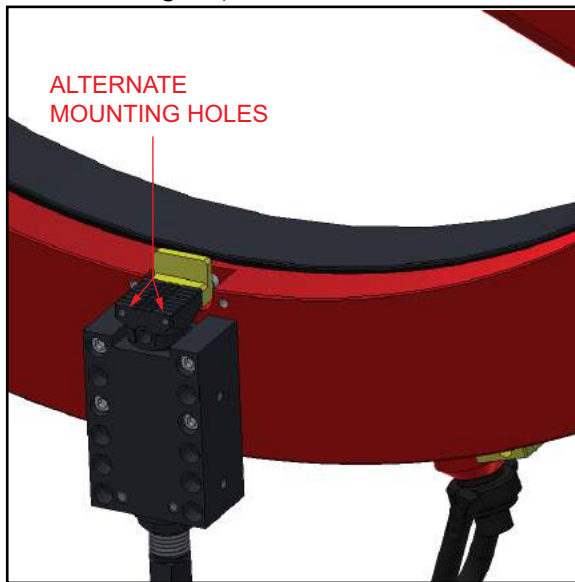

ABBILDUNG 3-4. ALTERNATIVE MONTAGE-BOHRUNG
„Unterseite“ der Justierfüße (siehe Abbildung 3-4).
- Installieren Sie die Montagefüße (oben) auf der Rückseite des Flansches, an der „Unterseite“ der Justierfüße (siehe Abbildung 3-4).